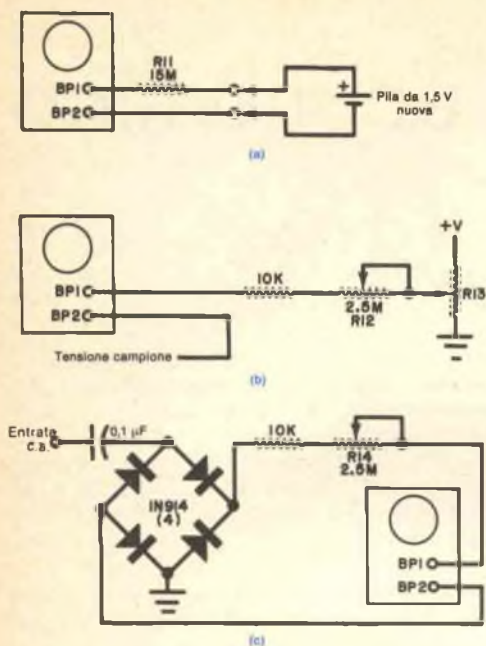

Fig. 2 - Circuiti per la taratura (a), per l'indicazione di zero (b), e del voltmetro c.a. (c).
**TARATURA** - Si colleghi lo strumento come si vede nella fig. 2-a. Con i valori specificati, lo strumento dovrebbe indicare circa fondo scala. Si regoli il valore di R9 per un'indicazione esatta.
Per far funzionare lo strumento come voltmetro c.a., si usi il circuito della fig. 2-c. Si applichi la tensione c.a. e, cominciando con R14 disposto per un valore di alta resistenza, si riduca questo valore per ottenere un'indicazione più sensibile. R14 può essere calibrato sulla scala usando una precisa sorgente di tensione c.a. ★
Fig. 2 - Il sodio metallico fuso, riscaldato a 500 °C nei collettori solari, trasferisce la maggior parte della sua energia al serbatoio di immagazzinamento del calore pieno di sodio fuso e di sali di magnesio. L'acqua, passando attraverso il serbatoio, raccoglie parte dell'energia ed esce
fredda e si condensa allo stato liquido prima di ritornare nel serbatoio termico ad una temperatura di circa 100°C (ved. fig. 2).